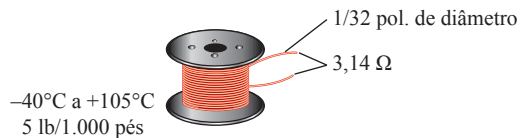

Figura 3.44 Problema 9.
- Um empreiteiro está preocupado com o comprimento de um cabo de cobre ainda no rolo da Figura 3.44. Ele mediu a resistência e descobriu que ela é de 3,14 Ω . Uma fita métrica indicou que a espessura do cabo enrolado gira em torno de 1/32 polegada. Qual é seu comprimento aproximado em pés?